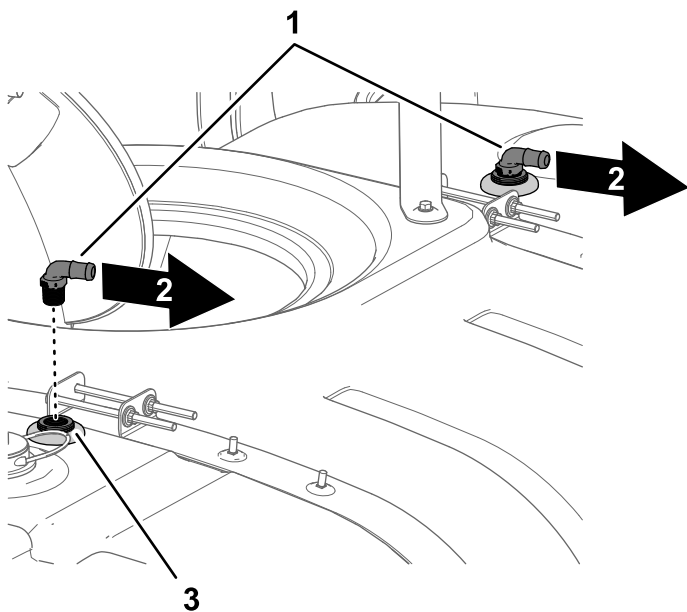

Figura 23
5. Instale los acoplamientos de 90° en los pasamuros de los conjuntos de boquilla de enjuague (Figura 23).
6. Alinee la espiga de la manguera del acoplamiento de 90° hacia el lado derecho de la máquina (Figura 23).